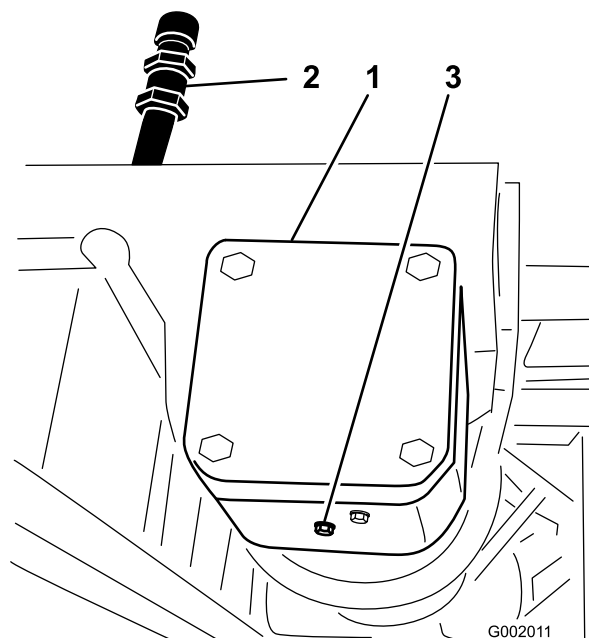

図 71
2. ドレン・プラグの下にオイルを受ける容器をおく（図 71）。
3. 補給口プラグとドレン・プラグを取り（図 71）、排出されるオイルを容器で回収する。